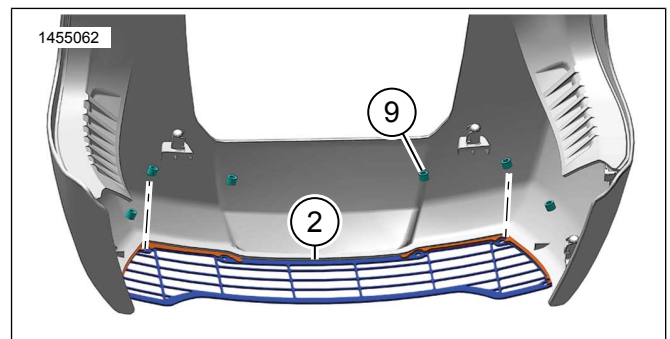

Figure 6.
5. Voir la Figure 6. Positionner les entretoises (9) sur la grille.